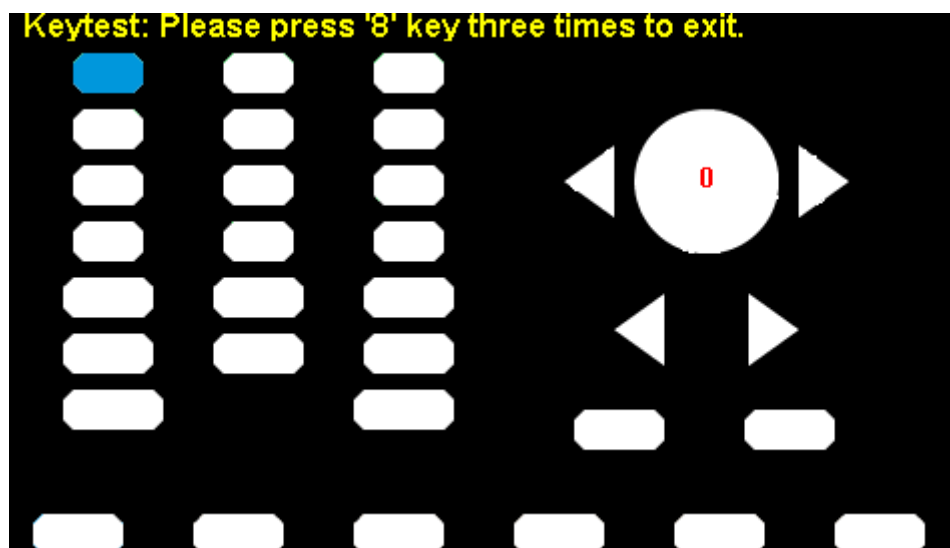

图 2-42 按键测试界面
- 屏幕上显示“Keytest: Please press ‘8’ key three times to exit.”的提示信息表示按数字按键”8” 3次退出测试。如图2-42所示：